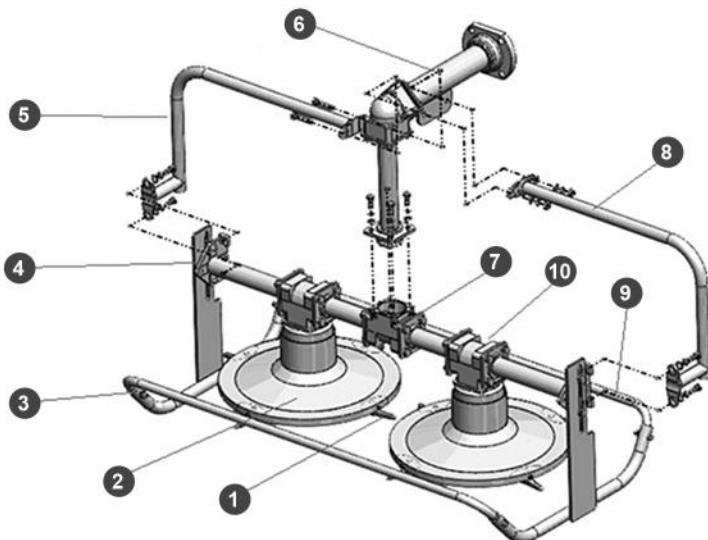

Рис.1 Расположение основных узлов и органов управления
Расположение основных узлов и органов управления косилки представлено на Рис.1.
- Отрегулировать высоту скашивания при помощи узла регулировки 4 (Рис.1).
Регулировка высоты кошения осуществляется при помощи узла регулировки высоты 4 (Рис.1).
Регулярно, через каждые 100 часов работы необходимо добавлять в центральный редуктор 7 (Рис.1) косилки смазку CHAMPION EP-0 или солидол ГОСТ 4366-76 в следующем порядке:
- отсоединить консоль 6 (Рис.1);
- отсоединить опорные трубы 5,8 (Рис.1);